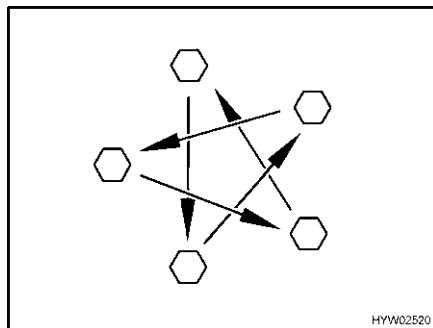

Fig. 237 Serrare a croce i dadi o i bulloni delle ruote
- Controllare regolarmente il serraggio dei dadi o dei bulloni. Regolare a croce (Fig. 237) il serraggio dei dadi o dei bulloni di una ruota sostituita dopo circa 50 km.
- ▷ Serrare a croce i dadi o i bulloni delle ruote (Fig. 237).